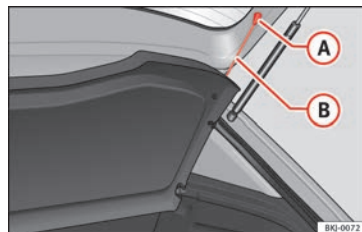

Fig. 167 En el maletero: desmontar y montar la bandeja.
- Desenganche los tirantes de sujeción »» fig. 167 B de los alojamientos A.
- Enganche los tirantes de sujeción »» **fig. 167** **B** en el portón trasero.